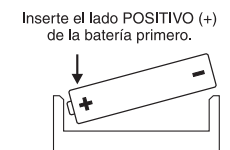

Figura 2
2. Instale el lado positivo (+) de las baterías primero (vea Figura 2).